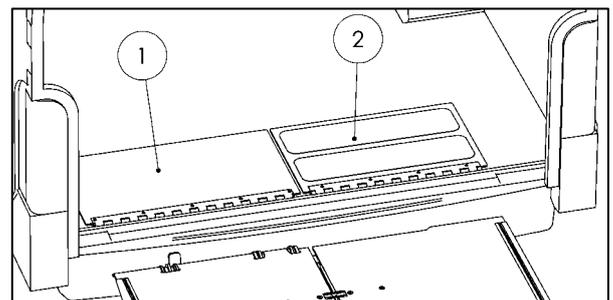

Fig. 65
- Fije la placa del puente con el revestimiento antideslizante (2) en el lado derecho. El revestimiento antideslizante debe mirar hacia arriba cuando la placa del puente esté cerrada (ver Fig. 65).
- Fije la placa puente sin recubrimiento (1) en el lado izquierdo (ver Fig. 65).